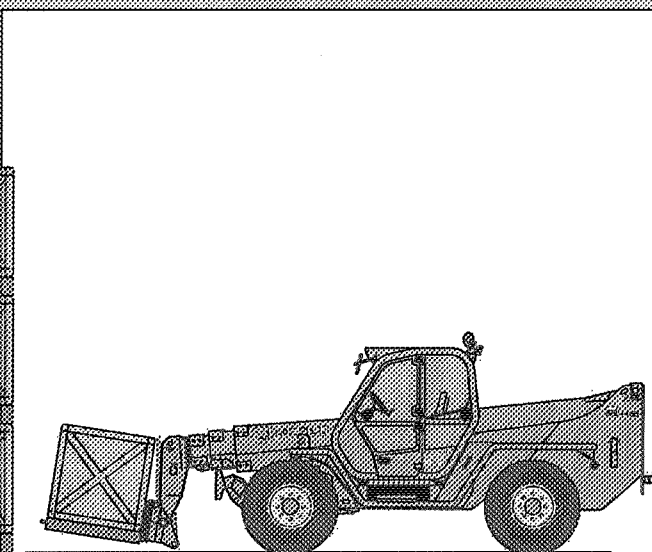

Fig.11
- si es posible desplazar la máquina hacia atrás lentamente y con prudencia, y luego bajar y recoger el brazo telescópico para poner la carga en posición de transporte o si fuera posible dar marcha atrás con la máquina (Fig.11)